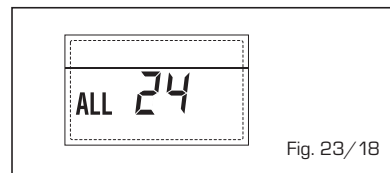

Fig. 23/18
- ANOMALÍA SONDA ACUMULADOR SOLAR (S2) "ALL 25" (fig. 23/19)